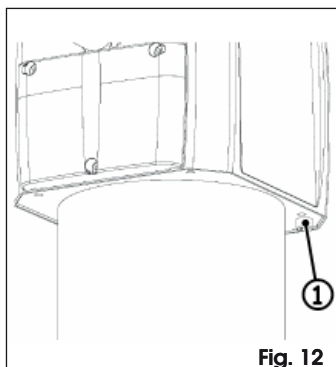

Fig. 12
10. Bloccare le due viti posteriori, Fig. 12 rif. ①.